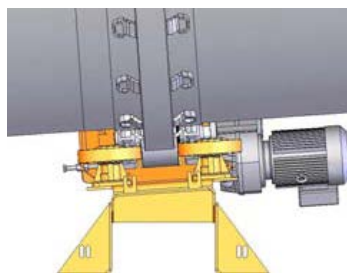

Fig. 7: Centralización del anillo del rodillo / Centralisation de l'anneau de roulement
- 1º. verificar si el anillo de rodaje del secador está centrado con el rodillo menor de apoyo, fig. 7. Si no estuviera, deberá ser centrado, conforme demostrado en el ítem “Alineado del rodillo menor de apoyo con el anillo de rodaje”. Esta alineación es importante para verificar la abertura del secador con las cámaras de combustión y de aspiración;
- 1º. vérifier si l'anneau de roulement du sécheur est centré avec la roulette d'appui, fig. 7. Si ce n'est pas le cas, il doit être centré, comme indiqué à “Alineamento de la roulette d'appui et de l'anneau de roulement”. Cet alignement est important pour vérifier l'espace entre le sécheur et les chambres de combustion et d'aspiration ;